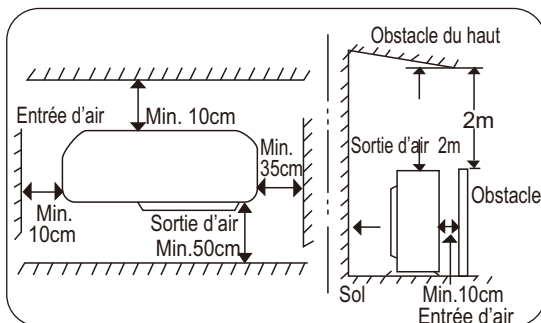

Fig. 7.1
- Faire des prévisions pour un espace suffisant pour l'entrée et la sortie d'air, mais aussi pour l'entretien. (Figure 7.1)